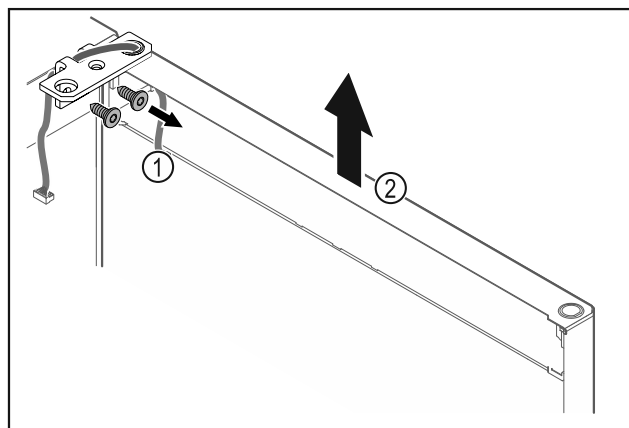

Fig. 25
- 拧下合页角铁 Fig. 25 (1)。
- 将冰箱门连同合页角铁一起笔直向上提升 Fig. 25 (2) 大约 200 mm 并取下。